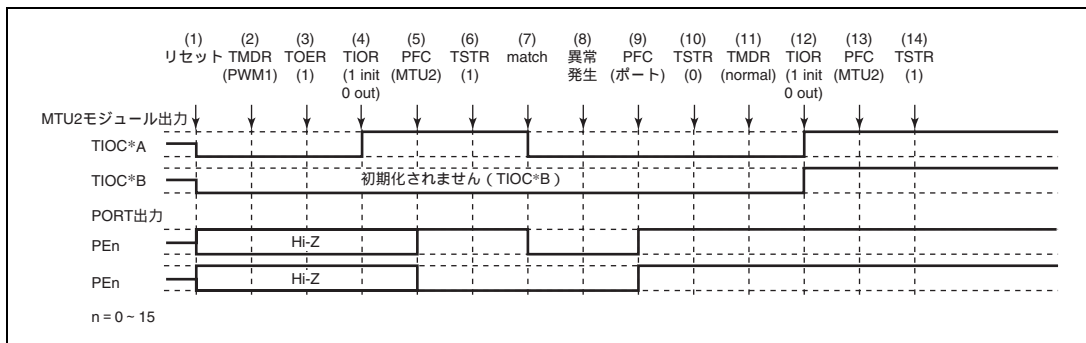

図 11.147 PWM モード 1 で異常が発生し、ノーマルモードで復帰する場合
PWM モード 1 で異常が発生し、再設定後ノーマルモードで再スタートする場合の説明図を図 11.147 に示します。
(1) ~ (10) は図 11.147 と共通です。
(11) PWM モード 1 で再スタートする場合には必要ありません。
(12) TIOR で端子を初期化してください (PWM モード 1 では TIOC*B 側は初期化されません)。
(13) PFC で MTU2 出力としてください。
(14) TSTR で再スタートします。
(11) PWM モード 2 を設定します。
(12) TIOR で端子を初期化してください (PWM モード 2 では周期レジスタの端子は初期化されません)。
(11) 位相計数モードを設定します。
(12) TIOR で端子を初期化してください。
(11) 波形生成部の初期化のためノーマルモードを設定してください。
(12) TIOR で PWM モード 1 の波形生成部を初期化してください。
(13) TIOR で PWM モード 1 の波形生成部の動作を禁止してください。
(14) TOER でチャンネル 3、4 の出力を禁止してください。
(15) TOCR で相補 PWM の出力レベルと周期出力の許可禁止を選択してください。
(16) 相補 PWM を設定します。
(17) TOER でチャンネル 3、4 の出力を許可してください。
(18) PFC で MTU2 出力としてください。
(19) TSTR で再スタートします。